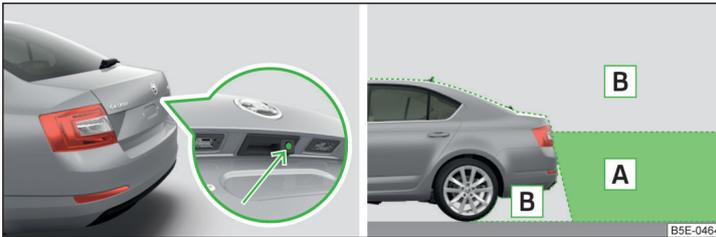

Abb. 153 Einbauort der Kamera / Überwachter Bereich
Die Kamera für die Erfassung des Bereichs hinter dem Fahrzeug befindet sich im Griff der Gepäckraumklappe » Abb. 153.
**Überwachter Bereich** » Abb. 153